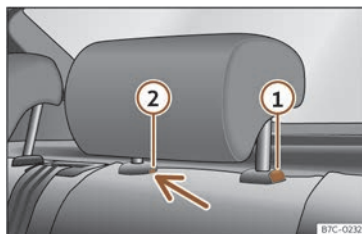

Fig. 103 Tetiera spate: demontarea.
- Apăsați butonul >>> **fig. 103 ①**, în timp ce apăsați simultan pe orificiul de siguranță ② cu o șurubelniță cu cap plat de lățime maximă de 5 mm și scoateți tetiera.